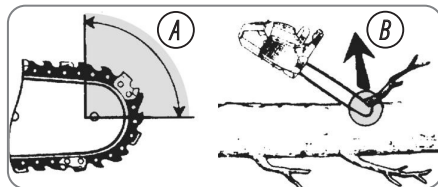

Fig. 1
- El retroceso puede ocurrir cuando la punta de la barra guía toca un objeto o cuando la madera se cierra y aprieta la cadena en el corte (véase imagen 1/fig. B).
- El contacto de la punta en algunos casos puede provocar una reacción repentina hacia atrás, lanzando la barra guía hacia arriba y hacia el operador (véase imagen 1/fig. A).